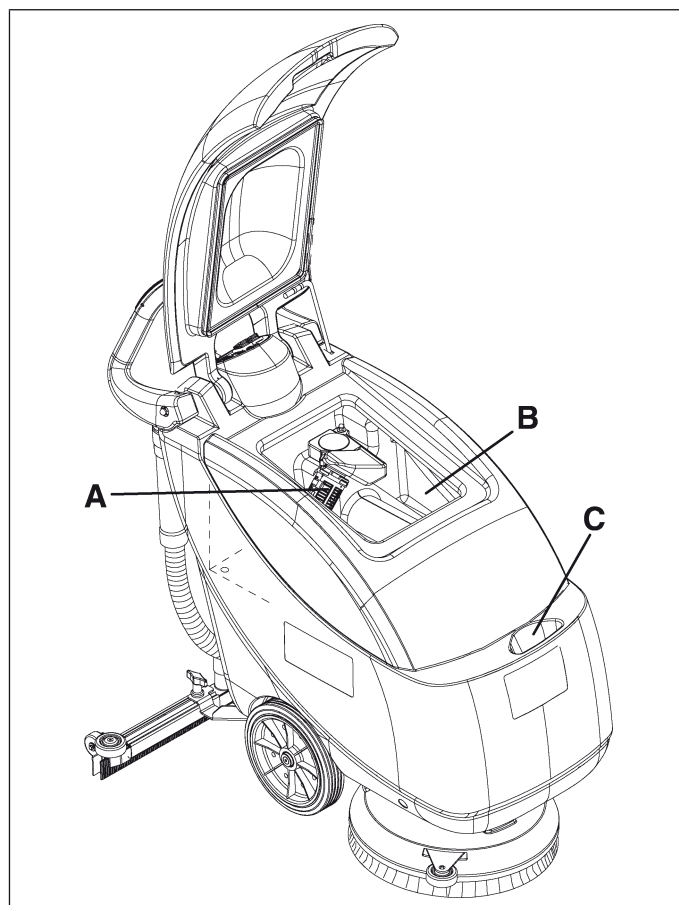

Figure 12
Un système de fermeture automatique à flotteur (A, Fig. 12) bloque le système d'aspiration lorsque le réservoir de récupération (B) est plein.
Lorsque le réservoir de l'eau de récupération (B, Fig. 12) est plein, le vider en procédant comme suit.
3. Vider les réservoirs (B et C, Fig. 12), en procédant comme indiqué au paragraphe précédent.